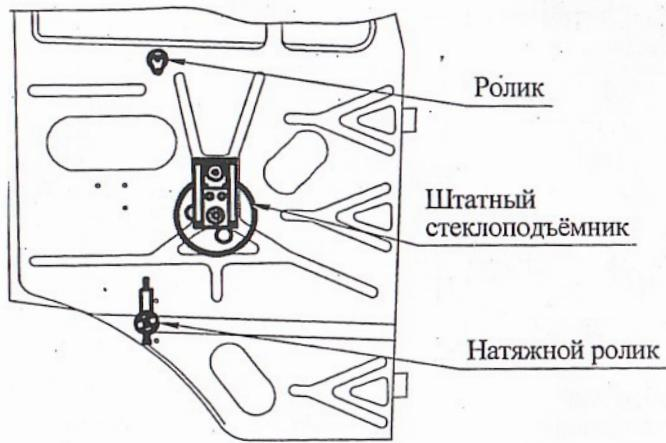

Рис. 1
6.3 Снять обивку дверей, штатные стеклоподъёмники, ролики и натяжные ролики (см. рис.1).